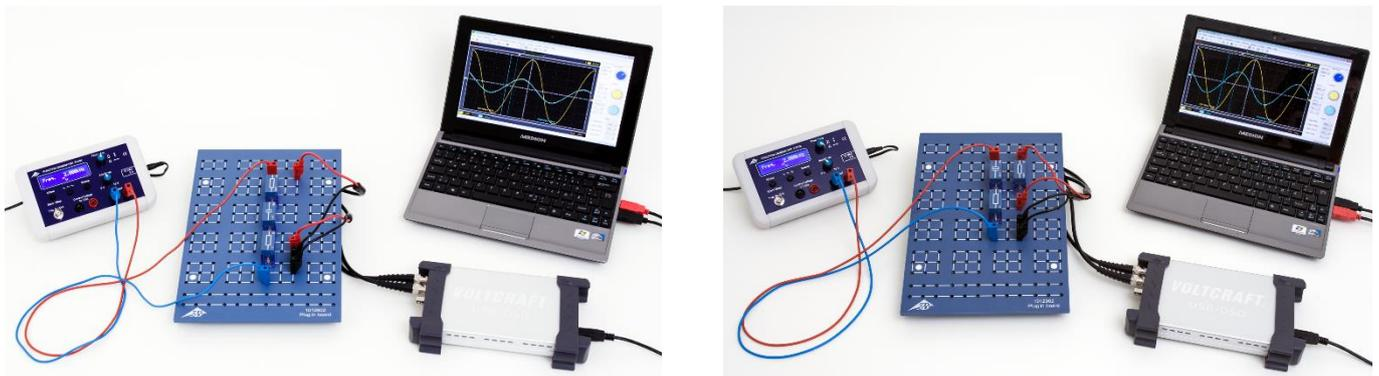
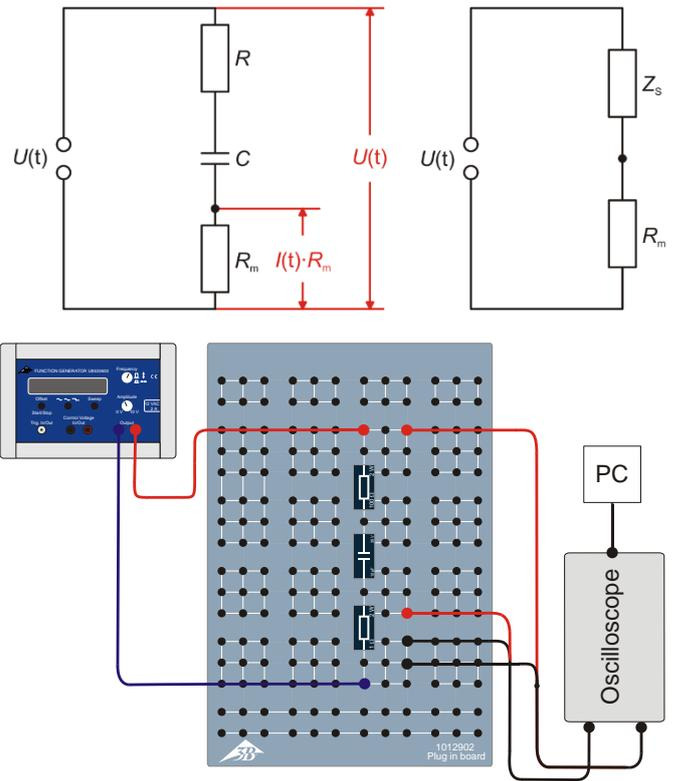
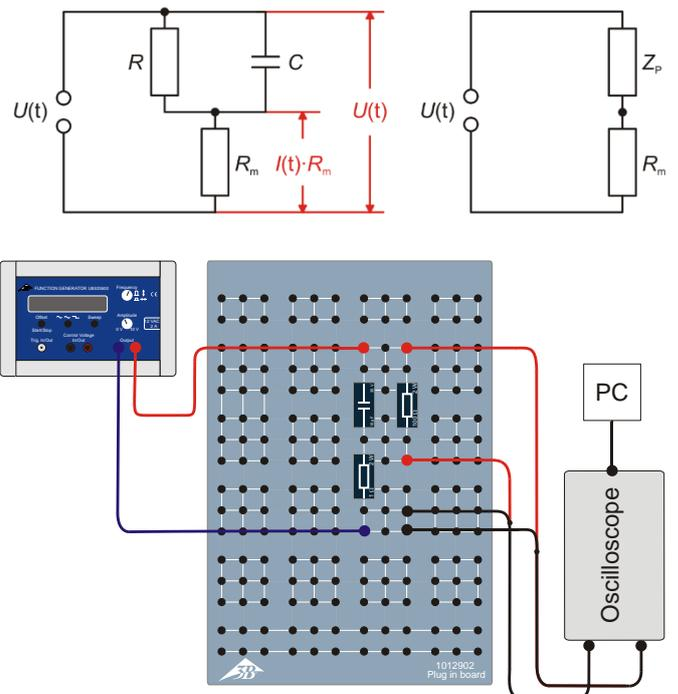

Fig. 1: Disposizione per la misurazione per il collegamento in serie (sx) e in parallelo (dx).
Fig. 2: Schema elettrico (sopra, sx), schema elettrico sostitutivo (sopra, dx) e schizzo schematico del montaggio (sotto) per il collegamento in serie.
Fig. 3: Schema elettrico (sopra, sx), schema elettrico sostitutivo (sopra, dx) e schizzo schematico del montaggio (sotto) per il collegamento in parallelo.
Nell'esperimento, questa corrente viene determinata dalla caduta di tensione  $U_m(t)$  con una resistenza dinamica  $R_m$  (Fig. 2, 3), che è dimensionata in modo da avere  $U_{m0} \ll U_0$ , ossia la tensione generata cade quasi completamente tramite  $Z_s$  e/o  $Z_p$ . La tensione così determinata passa sia attraverso  $Z_s$  sia attraverso  $Z_p$ , poiché entrambe le resistenze sono in sequenza rispetto a  $R_m$  (v. schemi elettrici sostituti nella Fig. 2, 3). Poiché  $U_m(t) = I(t) \cdot R_m$  rappresenta l'andamento cronologico  $U_m(t)$ , ossia l'andamento cronologico  $I(t)$  della tensione.
- Realizzare la disposizione per la misurazione per il collegamento in serie (Fig. 1, sx) secondo lo schema elettrico (Fig. 2) con  $R_m = 1 \Omega$ ,  $R = 100 \Omega$  e  $C = 10 \mu F$ .
- Realizzare la disposizione per la misurazione per il collegamento in parallelo (Fig. 1, dx) secondo lo schema elettrico (Fig. 3) con  $R_m = 1 \Omega$ ,  $R = 100 \Omega$  e  $C = 10 \mu\text{F}$ .